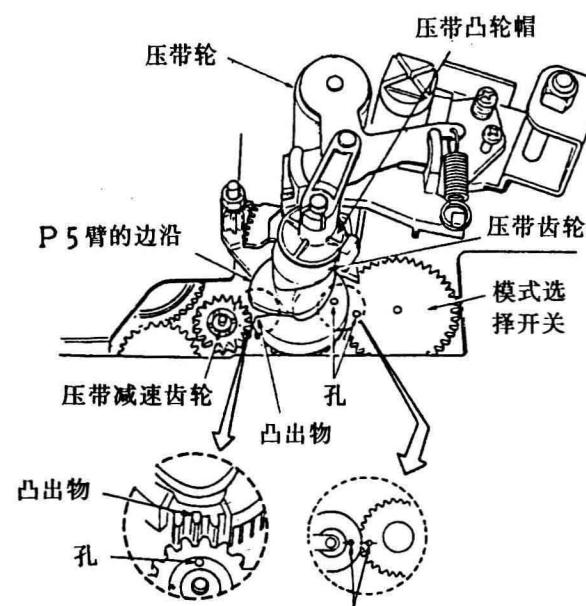

图75
- 步骤: ①安装压带凸轮时,须使P5臂的齿轮与压带凸轮的缝隙相连接,压带凸轮的凸出齿要精确地与压带减速齿轮的孔对准(这时,模式选择开关上的孔与压带凸轮上的孔也就对准),如图75所示;
②安装压带轮组件并进行上述步骤①的重新调整。